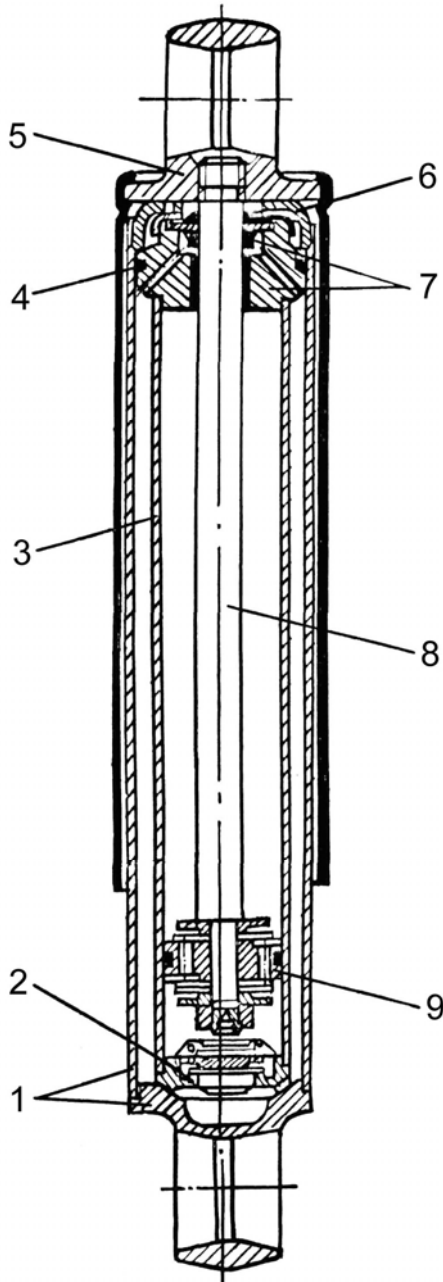

Рисунок 30 – Амортизатор передней подвески:
- снятый амортизатор поставить вертикально и закрепить за нижнюю головку в тисках; поднять верхнюю головку 5 со штоком 8 (см. рисунок 30) до упора вверх, отвернуть специальным ключом гайку 6 резервуара и вынуть головку со штоком и поршнем;